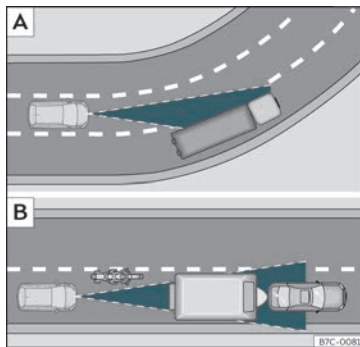

Fig. 173 [A] Vehículo nunha curva. [B] Motociclista circulando por diante fóra do radio de acción do sensor de radar.
O ACC podería non detectar en curva o vehículo precedente ou podería regular a distancia con vehículos que se atopan noutros carrís»» fig. 173 [A].
- Vehículos que circulen sen aliñación ou fóra da zona de detección do sensor, por exemplo, motocicletas»» fig. 173 [B].